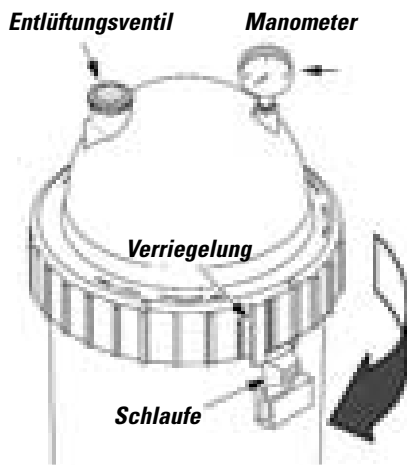

Abbildung 2 – Drehen Sie den Posi-Ring™ bis die Schlaufe hinter der Sicherheitsverriegelung einrastet.
1. Ziehen Sie den Posi-Ring™ durch Drehen im Uhrzeigersinn bis über die Sicherheitsverriegelung hinaus fest bis er "klickt" (vgl. Abbildung 2). Hören Sie auf zu drehen sobald der Ring hinter der Verriegelung einrastet. Der Ring kann sich leicht locker anfühlen, wird jedoch fester angezogen, wenn die Pumpe angeschaltet ist und der Filter unter Druck steht.
2. Installieren Sie den Manometer und das Entlüftungsventil (vgl. Abbildung 2) auf dem Behälterdeckel.
- C.** Drehen Sie den Posi-Ring™ im Uhrzeigersinn bis er hinter der Sicherheitsverriegelung einrastet (vgl. Abb. 2).